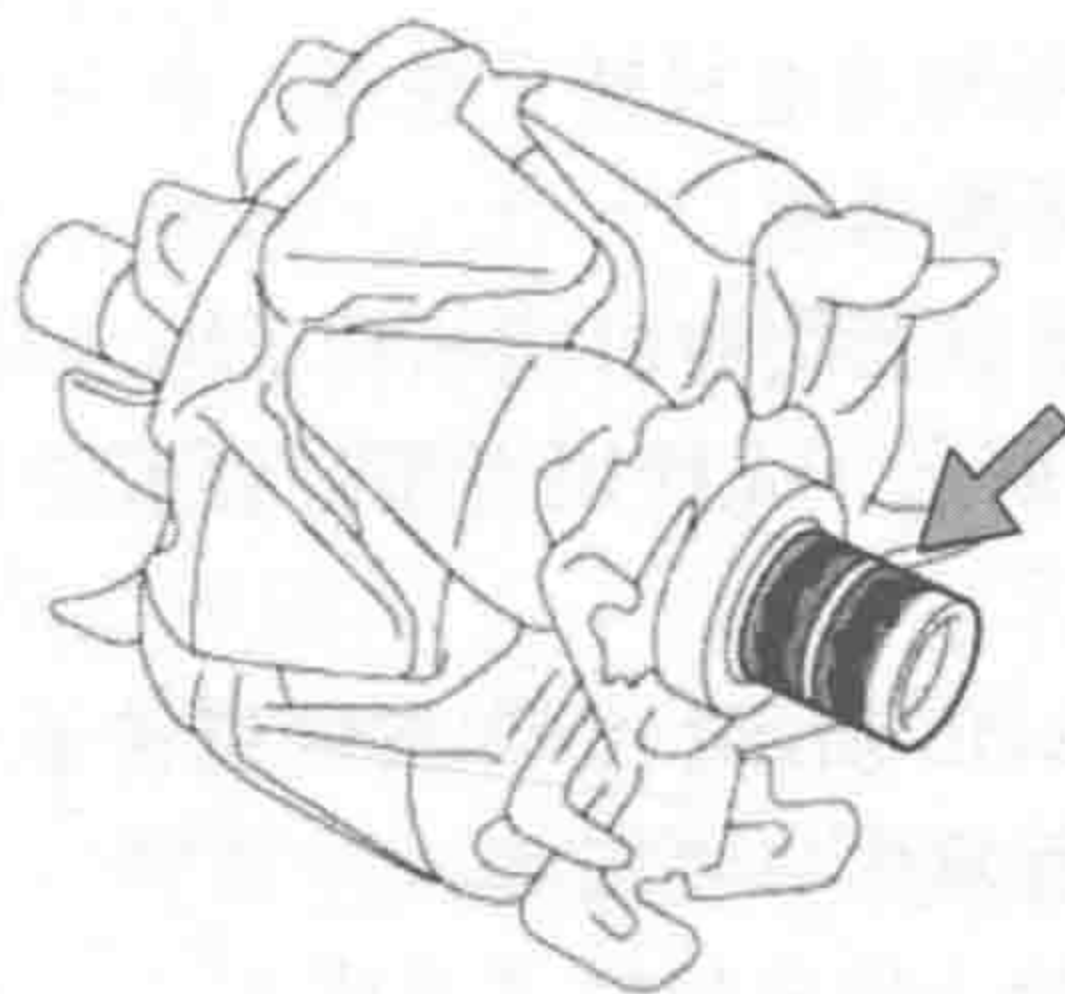

图 1-16 目视检查发电机转子总成
- 1) 目视检查: 如图 1-16 所示, 检查集电环变脏或烧蚀的程度。